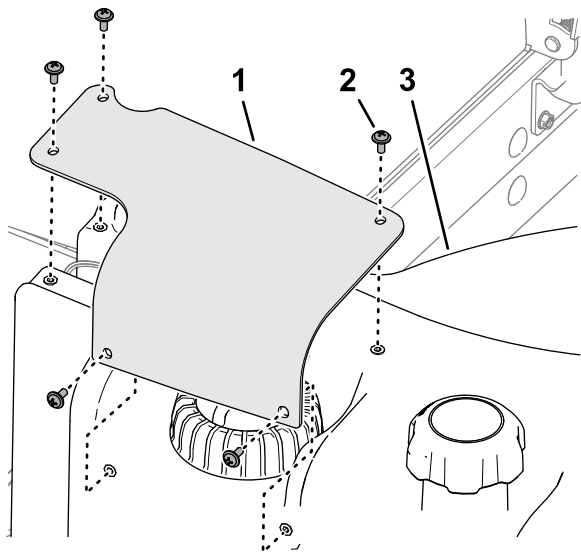

Figura 131
7. Aliniază orificiile capacului transmițătorului pentru combustibil cu orificiile rezervorului de combustibil și fixează capacul pe rezervorul de combustibil cu cele 5 șuruburi cu cap Phillips (Figura 131).